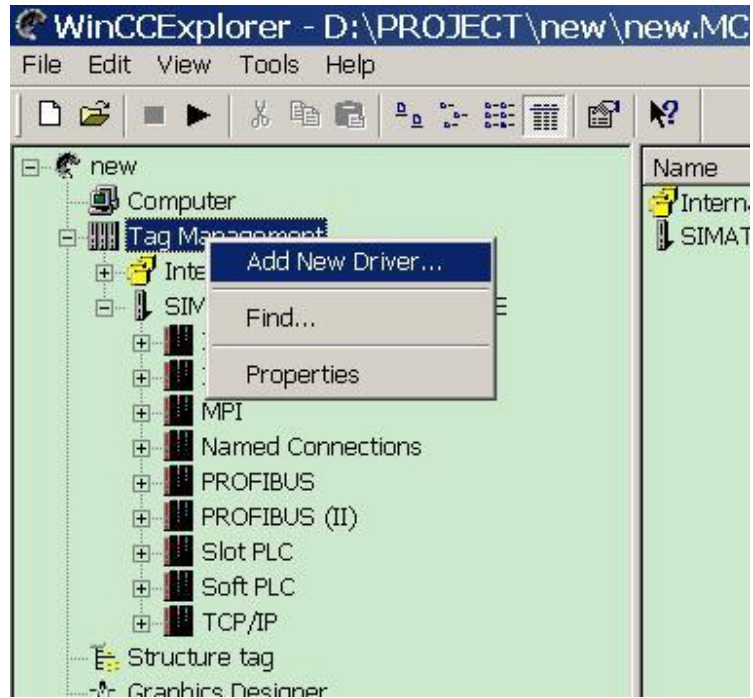

图 38 添加新的驱动程序
1. 建立 WinCC 项目, 在 WinCC 中添加 OPC 驱动程序, 在变量管理器中右击, 选择“Add New Driver”添加新的驱动程序, 如图 38。